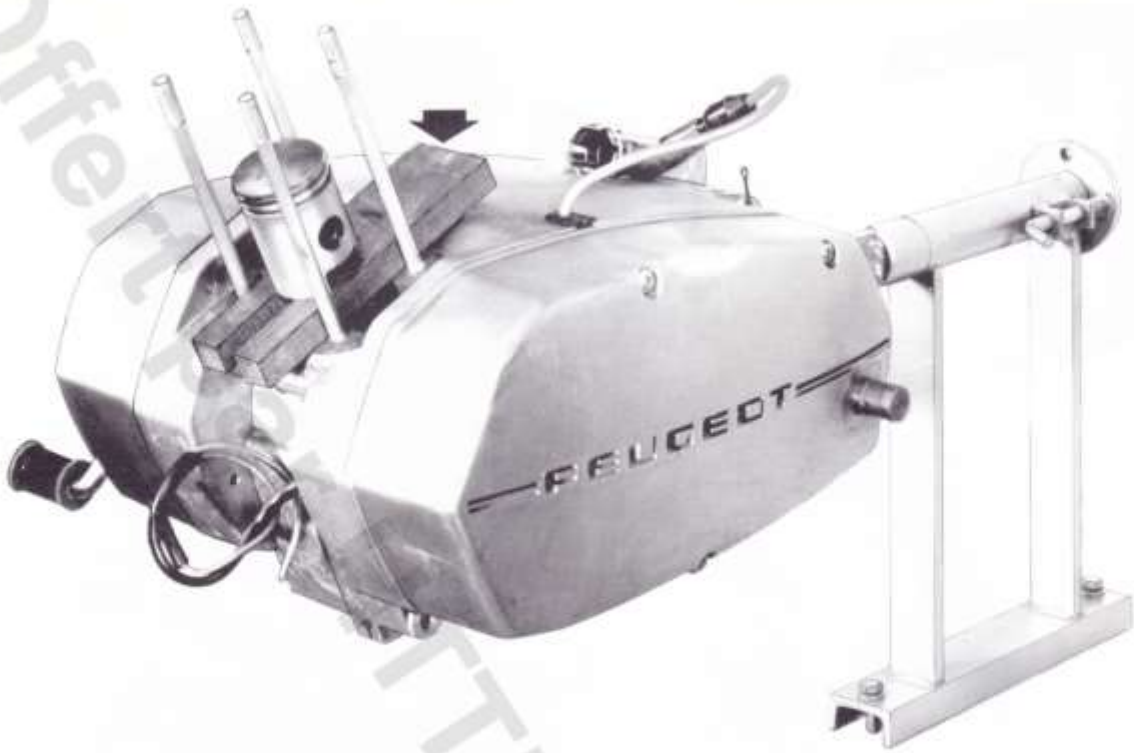

Figure 3
- Mettre le piston en appui sur la cale en bois mentionnée plus haut (figure 3).